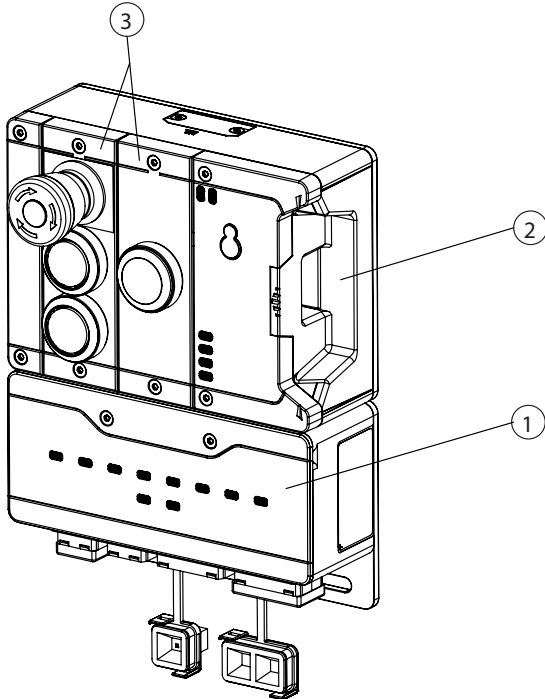

Bild 1: Beispielsystem MGB2 Modular
Module können wiederum Submodule enthalten. *Bild 1* zeigt einen typischen Systemaufbau mit einem Busmodul MBM (1), einem Zuhaltmodul MGB2-L... (2) und den darin enthaltenen Submodulen MSM (3). Ein komplett ausgebautes System kann aus bis zu 18 Modulen bzw. Submodulen bestehen.